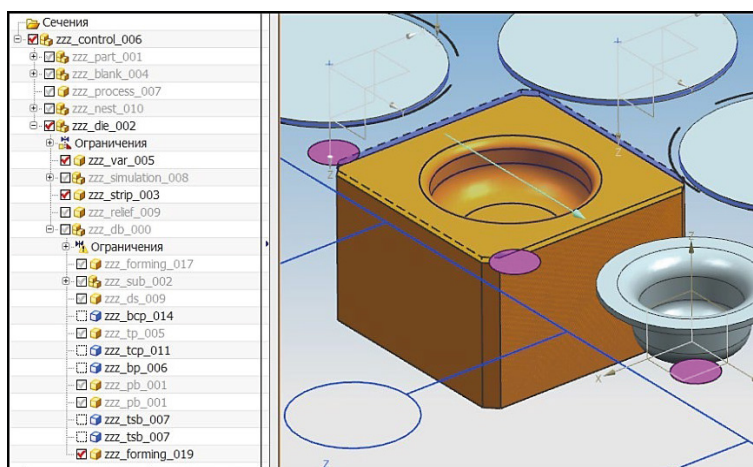

Рис. 10.15. Созданная вытяжная матрица
18. Созданная матрица представлена на рис. 10.15.